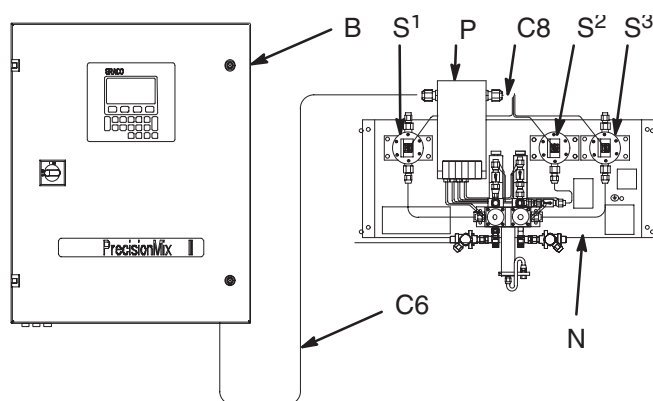

Fig. 3.10
1. Un câble électrique de 15,2 m (C6) est fourni pour raccorder le coffret d'électrovannes du panneau produit (P) à l'automate PrecisionMix II (B). Voir Fig. 3.10.